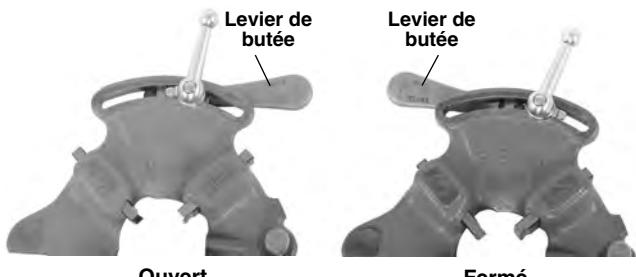

Figure 4 – Levier ouvert et fermé
2. Ouvrez le levier de butée (*Figure 4*).